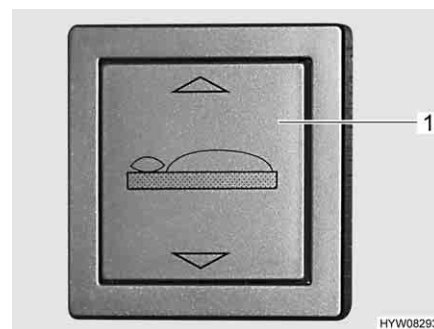

Fig. 79 Interruttore a bilico, comando letto di coda
- Premere in alto l'interruttore a bilico (Fig. 79,1) situato nel gavone di coda e tenerlo premuto finché il letto non si trova nella posizione desiderata o a finecorsa.